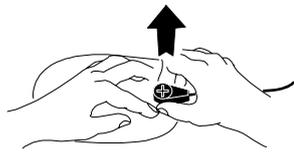

Abbildung 5-6 Abnehmen des Defibrillationskabels von den FAST-PATCH Elektroden
- 2 Mit den Fingern der anderen Hand den Steckanschluss in gerader Richtung nach oben abziehen (siehe Abbildung 5-6).